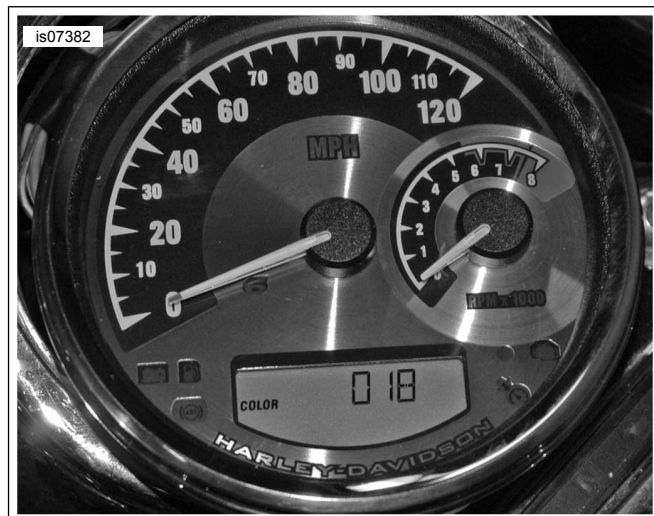

Figure 5. Sélectionner la couleur d'affichage
- Consultez Tableau 3 et Figure 5 . Appuyez sur le bouton de réinitialisation du trajet et maintenez-le enfoncé pour faire défiler **rapidement** les couleurs. Relâchez le bouton de réinitialisation du trajet pour arrêter de faire défiler les couleurs. ou Appuyez et relâchez le bouton de réinitialisation de trajet à plusieurs reprises pour faire défiler **lentement** les couleurs.